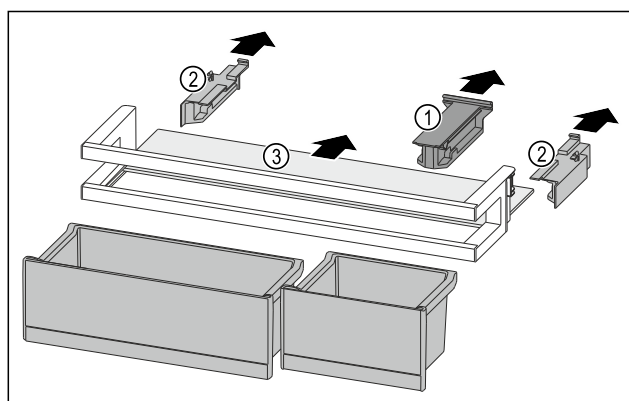

Fig. 100
- ▶ 拉出定位件 Fig. 100 (1)。
- ▶ 拉出侧面部分 Fig. 100 (2)。
- ▶ 取出搁板 Fig. 100 (3)。